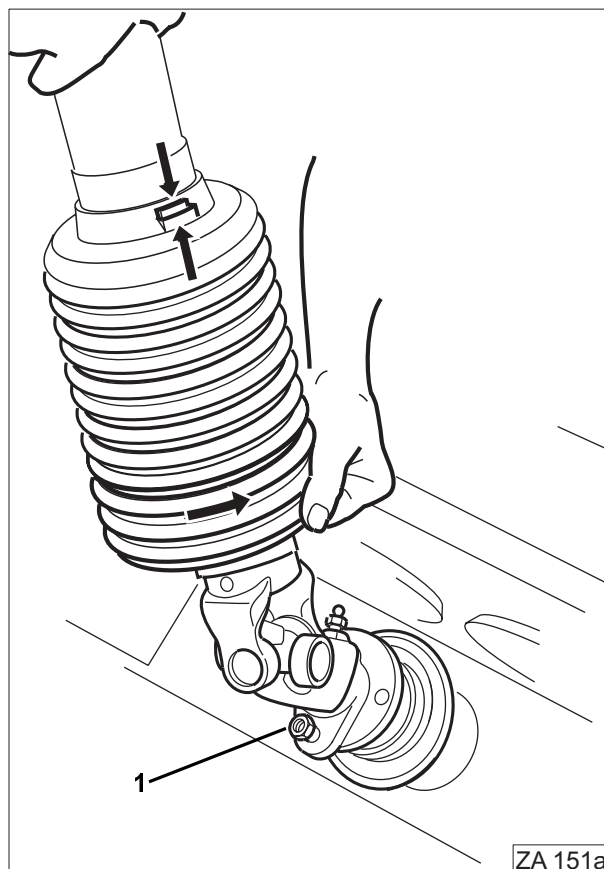

Fig. 45
- het kijkglas (Fig. 45/1) losschroeven,
De los meegeleverde **bouten M8 x 30, DIN 931, 8.8 zijn reservebouten (Fig. 45/1) voor bevestiging van de aftakasgaffel van de koppelingsas op de flens** van de ingaande aandrijfas. De koppelingsas altijd ingevet op de ingaande as monteren.